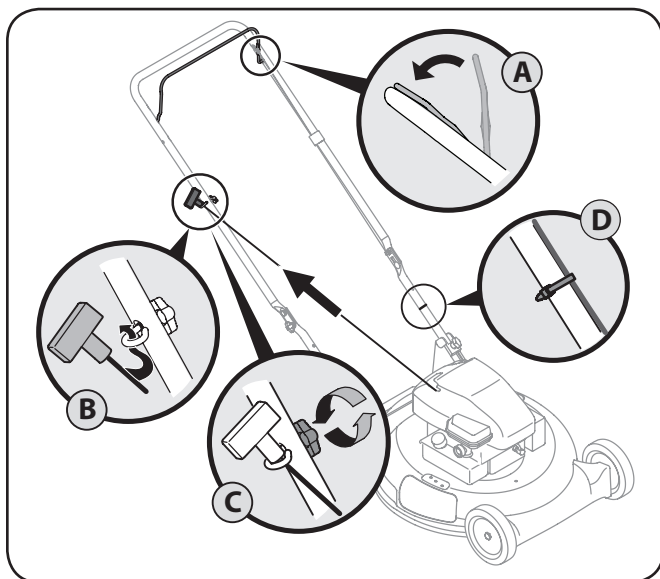

Figure 3-5
- La guía de la cuerda está unida al costado derecho de la manija superior. Afloje la tuerca de mariposa que sujeta la guía de la cuerda, Figure 3-5.
- Lentamente tirar de la cuerda que la manilla del motor y deslizar la cuerda de arranque en la guía de la cuerda. Vea Figure 3-5.